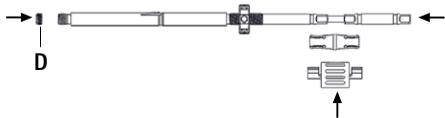

Abb. 11
- ▶ Schraubendreher in Innenhülse einführen, mit Abstandshalter sichern und Verriegelungsschraube D aufstecken, siehe Abb. 11.